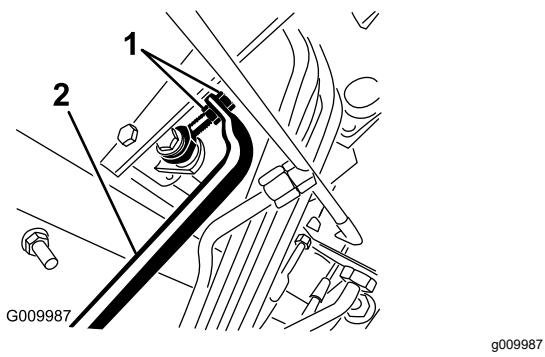

Figura 90
4. Regolate i controdadi dal lato asta della pompa per muovere in avanti il tubo di controllo della pompa ed eliminare lo spostamento in avanti, o per muoverlo indietro ed eliminare lo spostamento indietro (Figura 90).